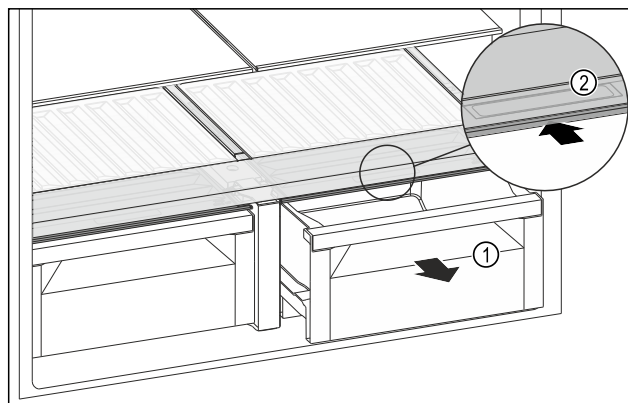

Fig. 127
- Vytiahnite zásuvku Fig. 127 (1).
- Uchopte priehlbinu na rukoväť Fig. 127 (2) na veko zásuvky a súčasne tlačte veko zásuvky dozadu.